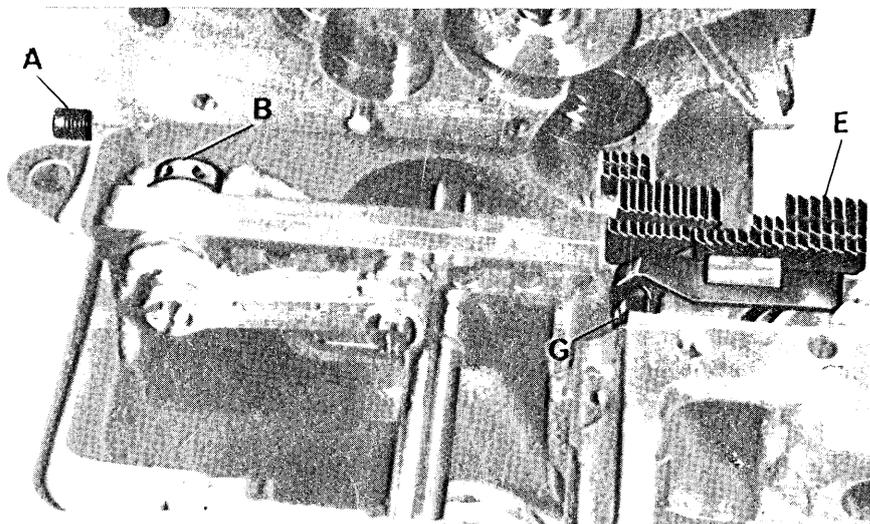

fig. 15
- Montare la griffa anteriore differenziale E con la vite G senza bloccarla (fig. 15).